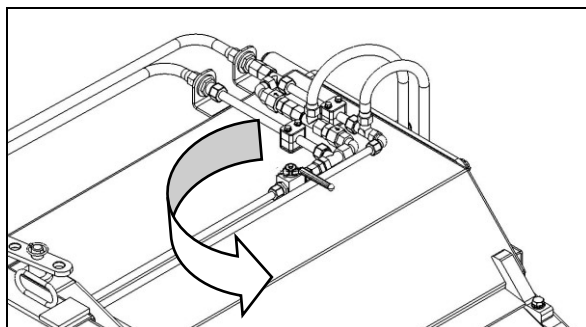

Fig. 4.10
- og luk opsamlingstankens hydrauliske cylinder (fig. 4.10).